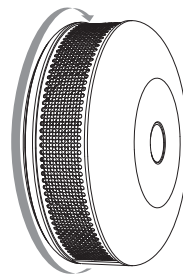

Fig. 7
7. Draai het apparaat met de klok mee (Fig. 7).